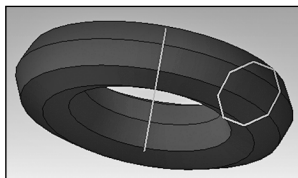

Рис. 12.6. Команда - «Операция вращения»
- **Операция вращения**  — создает трехмерный элемент вращением контура эскиза вокруг заданной оси вращения (рис. 12.6);